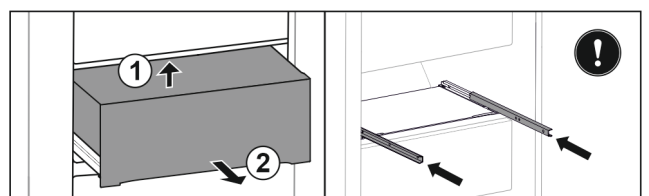

Fig. 52
- ▶ Soulever le tiroir à l'arrière par le bas. Fig. 52 (1)
- ▶ Retirer le tiroir par l'avant. Fig. 52 (2)